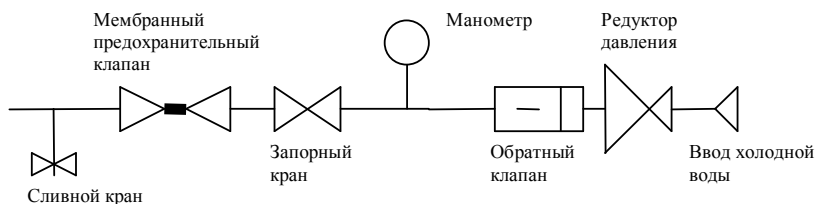

Рис.1
10. Защита от гидроударов в сети ХВС должна быть обеспечена с помощью вспомогательных элементов (предохранительный клапан, расширительные баки), а также должен соблюдаться набор вспомогательной арматуры для обвязки см. рис. 1